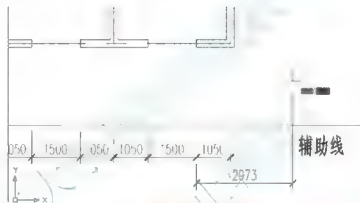

图 3.43 基线标注自动连接到刚刚所标注的尺寸线上
(1) 执行菜单栏中的【标注】|【基线】命令,光标将自动连接到刚刚所标注的尺寸线上,如图 3.43 所示。